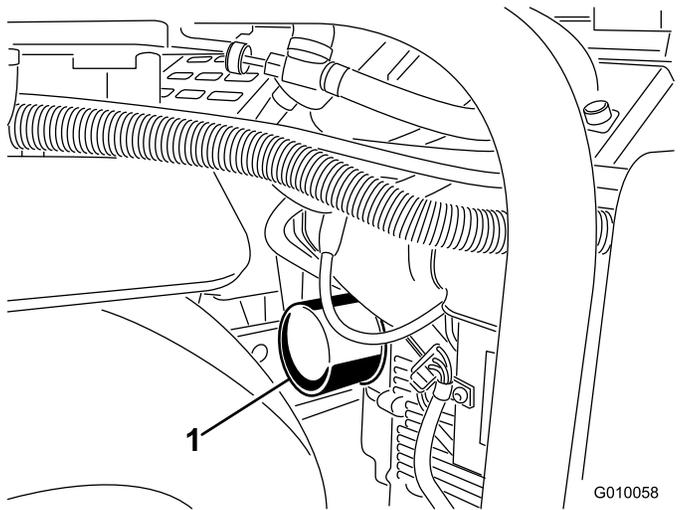
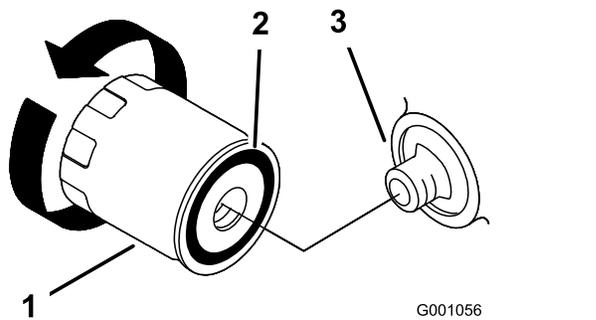

Figure 45
Figure 46
- Placez un bac de vidange bas ou un chiffon sous le filtre pour récupérer l'huile (Figure 45).
- Retirez le filtre à huile usagé (Figure 45 et Figure 46) et essuyez la surface du joint de l'adaptateur.
- Faites l'appoint d'huile avec précaution jusqu'à ce que le niveau atteigne le repère maximum (F) sur la jauge.